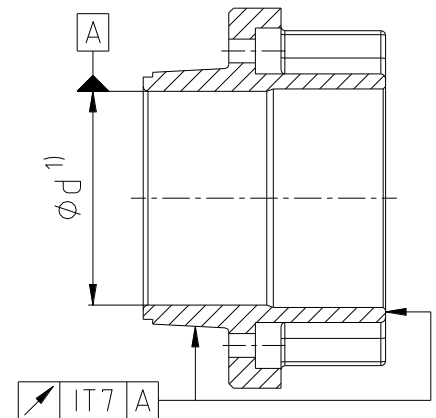

Bild 4: Rund- und Planlaufgenauigkeit
- Bei Herstellung bzw. Nacharbeit der Bohrung durch den Kunden ist die Rund- bzw. Planlaufgenauigkeit (siehe Bild 4) einzuhalten.